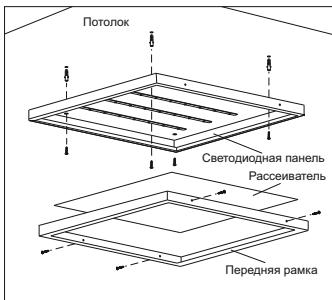

Рисунок 1
- снять с панели переднюю рамку и рассеиватель (рисунок 1);
5.2.2 Накладной монтаж производить непосредственно на поверхность потолка с креплением светодиодной панели через отверстия в корпусе (рисунок 1). Крепёж для накладного способа монтажа в комплекте не поставляется.